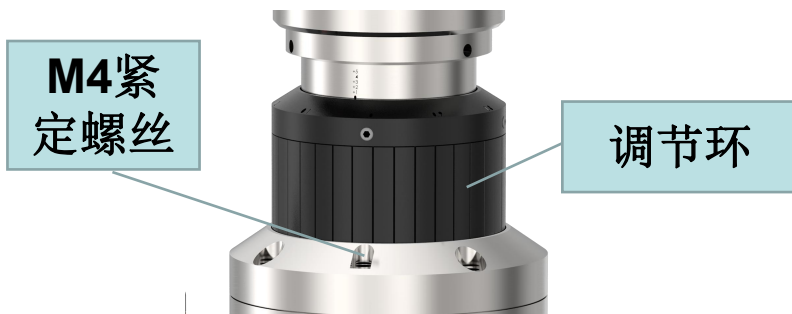
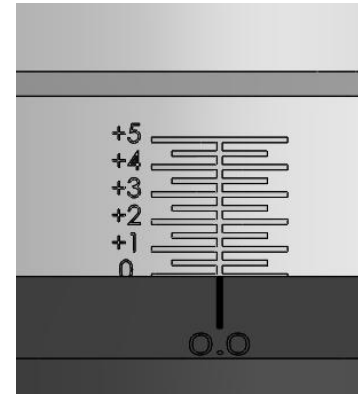

图2.1
图2.2
① 产品安装完成后，在确保安全情况下，松开3颗M4紧定螺丝（逆时针转动2圈），转动调节环（如图2.1），以达到所需准直要求。产品初始刻度为零点（如图2.2），调节范围请参考参数表，调节时严禁超出刻度范围。